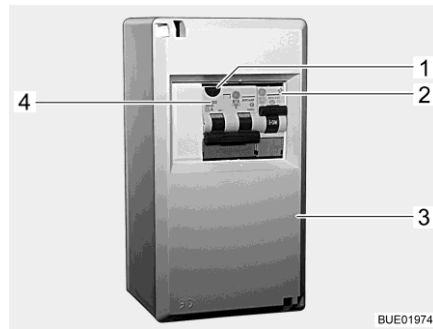
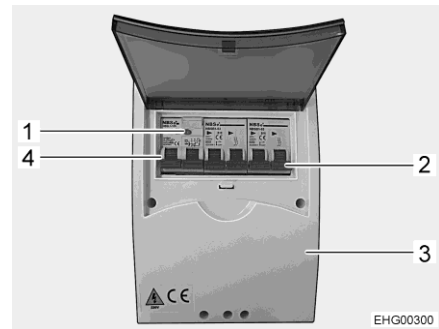

Bild 192 230 V-säkringslåda
Bild 193 230 V-säkringslåda (variant)
- Koppla från ledningsskyddsbrytarna (Bild 192,2, Bild 192,4 eller Bild 193,2, Bild 193,4) i säkringslådan (Bild 192,3 eller Bild 193,3).
- När fordonen är anslutet till 230 V-försörjningen, tryck på kontrollknappen (Bild 192,1 eller Bild 193,1) på den kombinerade jordfelsbrytaren/ledningsskyddsbrytaren (Bild 192,4 eller Bild 193,4) i säkringslådan (Bild 192,3 eller Bild 193,3). Jordfelsbrytaren måste lösa ut.